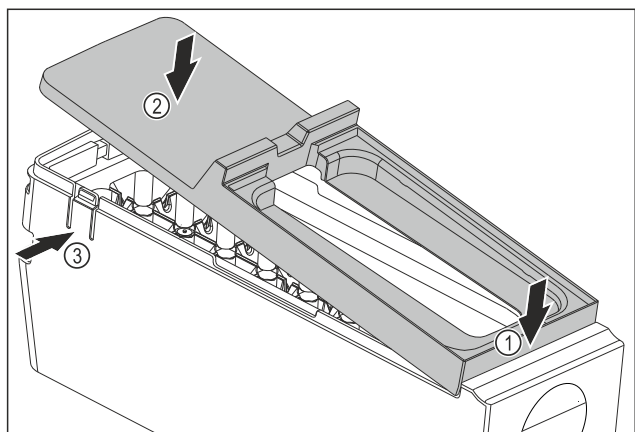

Fig. 94
- ▶ Montare la copertura del corpo dell'EasyTwist-Ice: Applicare la copertura sul davanti. Fig. 94 (1)
- ▶ Abbassare la copertura sul retro. Fig. 94 (2)
- ▷ La copertura si innesta in entrambe le linguette Fig. 94 (3) in modo udibile.